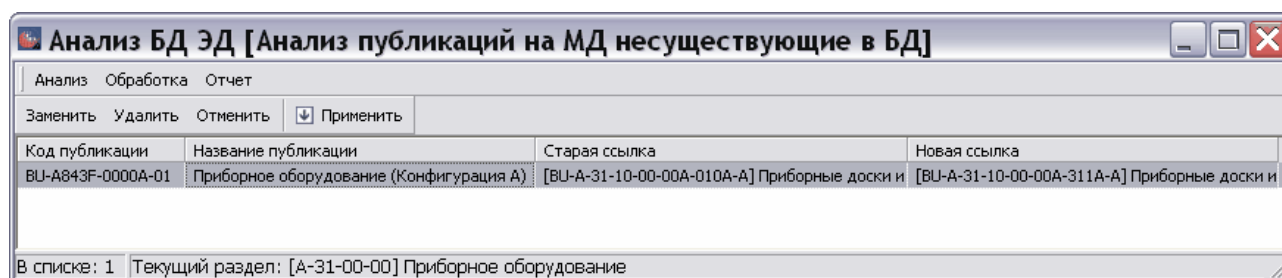

Рис. 8.157
5. Нажмите на кнопку **Выбрать**. После этого произойдет возврат в окно **Анализ публикаций на МД несуществующие в БД**. В столбце **Новая ссылка** появится текст ссылки на МД с измененным кодом (Рис. 8.157).